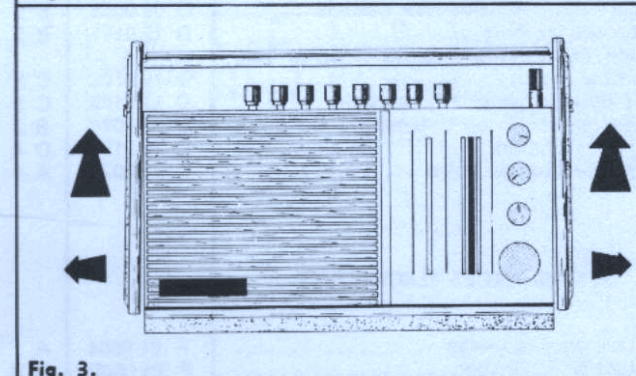

Fig. 3.
- 7) Dégager et retirer l'ensemble cache-clavier et côtés gauche droit (fig. 3).